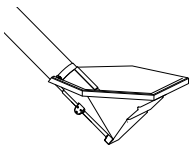

Figure 21.9
- 6 Otočte plnicí násypku do pracovní polohy ("Figure 21.9") a použijte držák pro přesun plnicího dopravního šneku do vhodné polohy pro plnění zásobníku osiva, viz "21.4 Plnění zásobníku osiva" na strani 214.